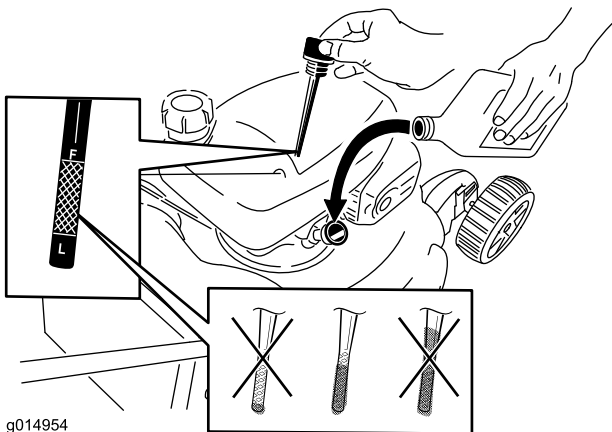

Bild 14
2. Ziehen Sie den Ölmesstab heraus (Bild 14).
5. Nehmen Sie den Peilstab heraus und lesen den Ölstand ab, siehe Bild 14.
- Füllen Sie bei einem zu niedrigen Ölstand langsam etwas Öl in den Öleinfüllstutzen: Wiederholen Sie die Schritte 3 bis 5, bis der Ölstand richtig ist, wie in Bild 14 dargestellt.